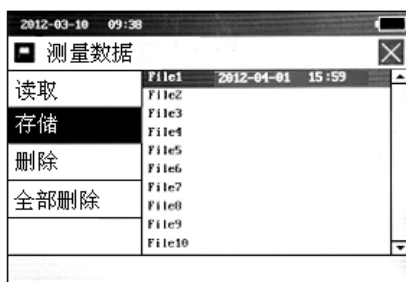

图 2-24 数据存储
- ◆ 点按屏幕中“存储”进入数据存储状态，也可按  $\uparrow$  Ra...  $\downarrow$  PRINT 选择“存储”，再按  $\leftarrow$  进入数据存储状态（见图 2-24）。